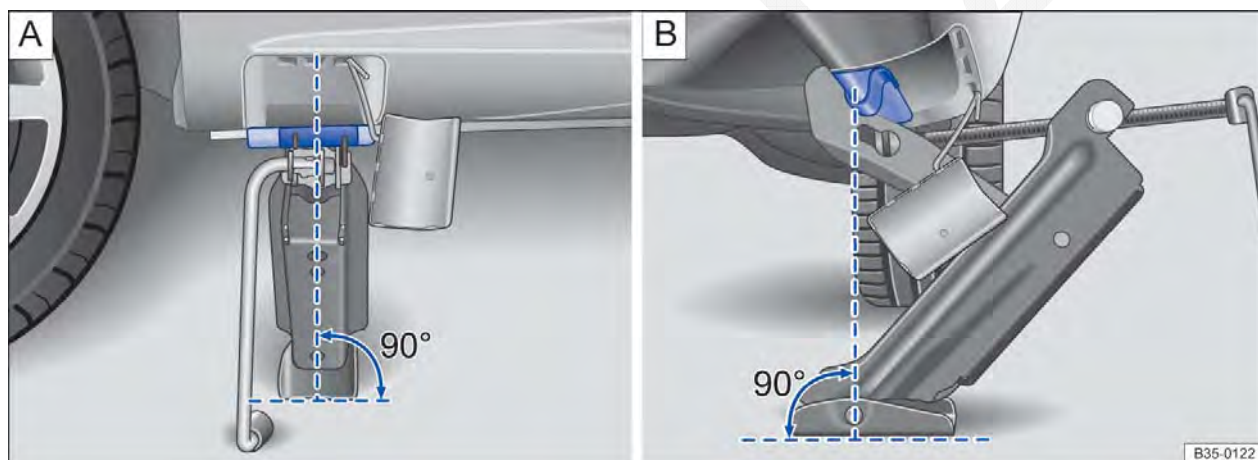

Fig. 237 Macaco posicionado no lado esquerdo traseiro do veículo.
9. Garantir que a base do macaco, com toda sua superfície, esteja sobre o chão e que a base se encontre perpendicularmente abaixo do ponto de colocação ⇒ Fig. 237.
10. Alinhar o macaco e, simultaneamente, levantar a garra do macaco até ela se encaixar na travessa abaixo do veículo ⇒ Fig. 237.
- Posicionar o macaco somente nos pontos indicados. A garra do macaco deve se encaixar no perfil da longarina de forma segura ⇒ Fig. 237.